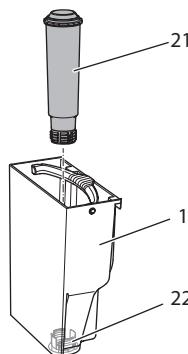

Рис. 15: Завинчивание и отвинчивание фильтра для воды
- Снимите фильтр для воды (см. Рис. 15 на стр. 250).
9. Вставьте новый фильтр в контейнер для воды (см. *Рис. 15*).
3. Извлеките фильтр для воды (см. Рис. 15).